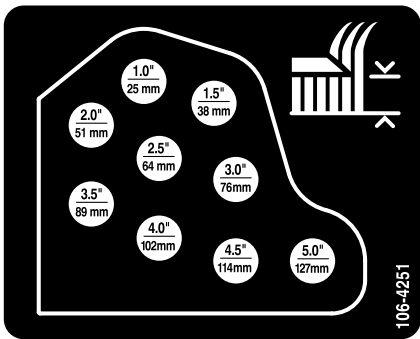

図 21
11. ヘアピンコッターとクレビスピンを使って、希望する刈り高穴に、刈り高チェーンを取り付ける 図 21。